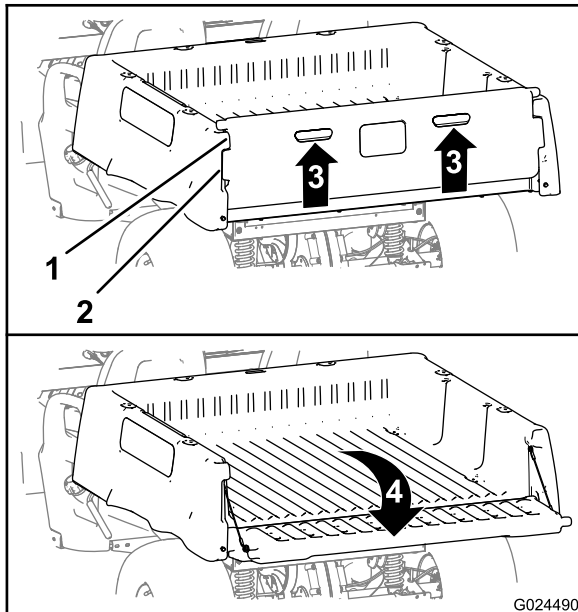

Figura 11
2. Levante nos locais indicados no painel traseiro da porta traseira (Figura 11).
3. Alinhe as flanges de bloqueio na porta traseira com as aberturas entre as flanges da porta traseira na caixa de carga (Figura 11).
4. Rode a porta traseira para trás e para baixo (Figura 11).
6. Rode a porta traseira para cima e para a frente até as flanges de bloqueio estarem justas ao espaço da porta na caixa de carga (Figura 11).
7. Baixe a porta traseira até ficar assente na parte de trás da caixa de carga (Figura 11).